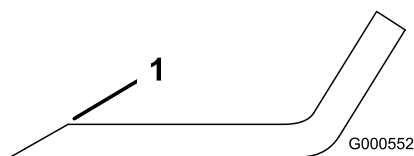
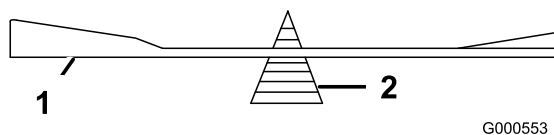

Figura 50
Figura 51
1. Utilize uma lima para afiar a aresta de corte em ambas as extremidades da lâmina (Figura 50). Mantenha o ângulo original. A lâmina manterá o equilíbrio se for retirada a mesma quantidade de material de ambas as extremidades de corte.
2. Verifique o equilíbrio da lâmina colocando-a num equilibrador de lâminas (Figura 51). Se a lâmina ficar na horizontal é porque está equilibrada e pode ser utilizada. Se a lâmina não estiver equilibrada, lime algum metal da extremidade da aba apenas (Figura 50). Repita este procedimento até a lâmina estar equilibrada.